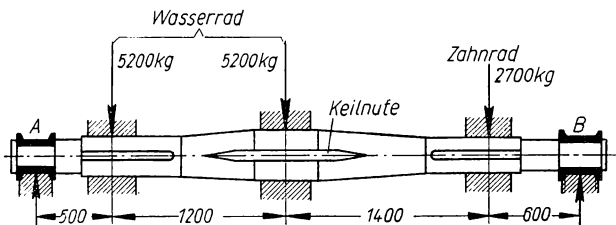

Bild 213
**337.** Die Welle eines Wasserrades ist nach Bild 213 senkrecht belastet durch die beiden Naben des Wasserrades mit je 5200 kg und durch das Gewicht und den